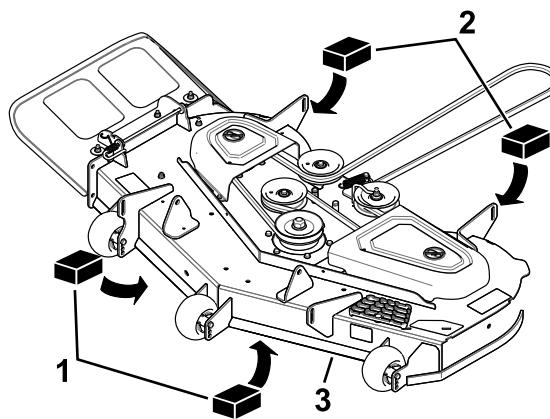

Figure 65
3. Placez deux cales de 6,6 cm (2 $\frac{5}{8}$  po) d'épaisseur chacune sous chaque côté du bord avant du tablier de coupe, mais pas sous les supports des galets anti-scalp (Figure 65).
4. Placez deux cales de 7,3 cm (2 $\frac{7}{8}$  po) d'épaisseur chacune sous le bord arrière de la jupe du tablier de coupe, une de chaque côté (Figure 65).